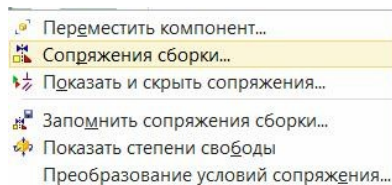

рис.34
- Как правило, одна из деталей сборки является базовой. Именно эту деталь обычно и фиксируют. Для этого нужно выбрать команду *Сборки \ Позиции компонентов \ Сопряжения сборки* (рис.34).